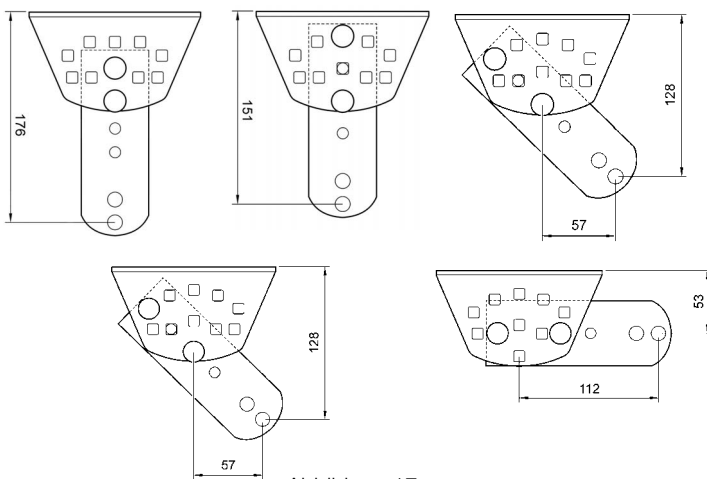

Abbildung 17
- "C" hängt davon ab, wie der Hinterbügel montiert ist (siehe ABBILDUNG 17) und kann von 53mm bis 176mm sein. Gewöhnlich ist "C" ca. 150 mm.
5 Um andere Werte von "C" zu erhalten (siehe Abbildung 12) können Bügel und Platte gemäß Abbildung 17 zusammengebaut werden
20 Ggf. die anderen Montagepositionen ausprobieren, die mit den Vorder- und Hinterplatten möglich sind. Siehe Abbildung 17.